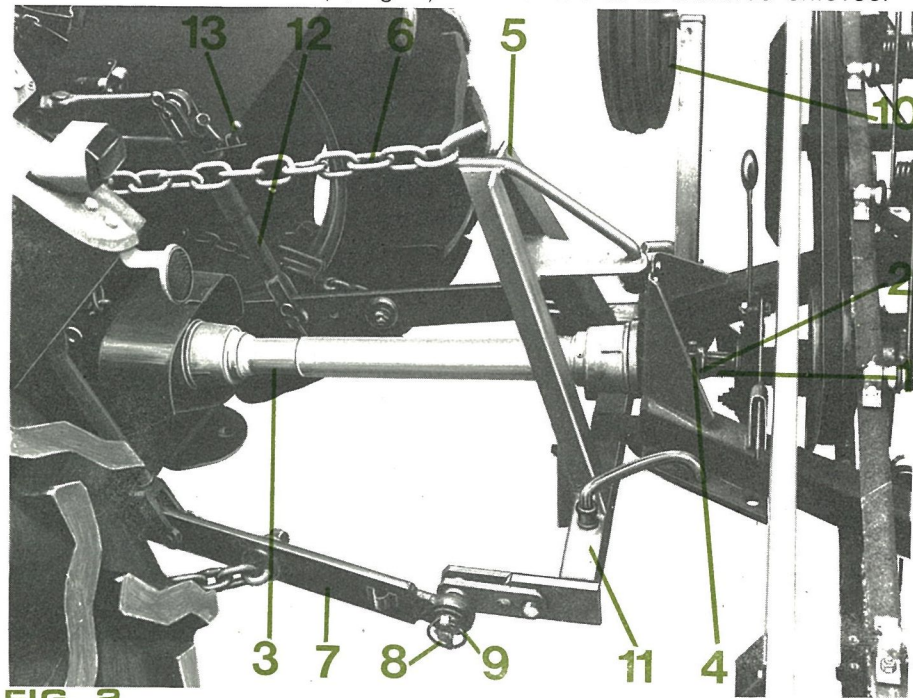
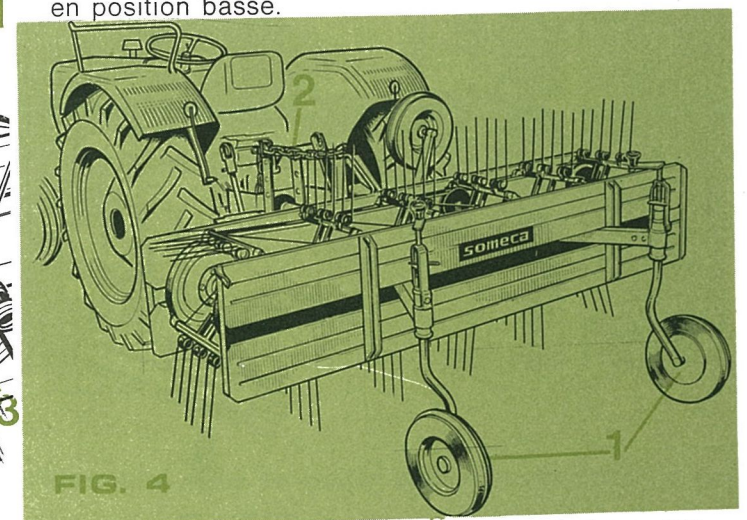

FIG. 2
FIG. 4
■ l'arbre à cardan est d'abord monté sur le rateau en ayant soin d'emboîter sur l'arbre cannelé de transmission (1, fig. 2) la mâchoire à verrouillage rapide (2, fig. 2) solidaire du tube télescopique mâle (3, fig. 2). S'assurer que le poussoir (4, fig. 2) du verrouillage rapide est bien revenu à sa position initiale lorsqu'il arrive au niveau de l'encoche de l'arbre cannelé.
■ le rateau étant en position de transport sur route, la potence d'attelage (5, fig. 2) est présentée en face du relevage trois points du tracteur dont la chaîne (6, fig. 2) est montée et la traverse enlevée.
En actionnant le levier de commande du relevage, faire monter l'extrémité des bras (7, fig. 2) à la hauteur des tourillons de la traverse d'attelage (8, fig. 2) ces derniers sont engagés dans les bagues correspondantes (9, fig. 2) et goupillés à l'aide des attaches rapides.
■ La seconde précaution à prendre (fig. 2) avant la mise en rotation de la prise de force, est de limiter la course en hauteur des bras de relevage afin d'éviter la détérioration de l'arbre de transmission (rep. 3) contre la traverse (rep. 11) de la potence d'attelage du rateau-faneur. Pour réaliser correctement ce réglage, l'opération doit s'effectuer sur un sol plan avec le relevage hydraulique en position basse.
En agissant sur la position des roues arrière (1, fig. 4) et sur la longueur de la chaîne (2, fig. 4) du troisième point, le châssis du rateau est rendu parallèle au sol (fig. 4) ; puis le rateau-faneur est soulevé lentement jusqu'à l'obtention d'une marge de sécurité de 50 mm entre la protection extérieure (3, fig. 2) de l'arbre de transmission et le bord de la traverse (11, fig. 2) du timon.
A noter que la longueur de la suspente (12 fig. 2) doit être réglée en fonction de l'inclinaison donnée au virandain à l'aide de la manivelle (13, fig. 2).